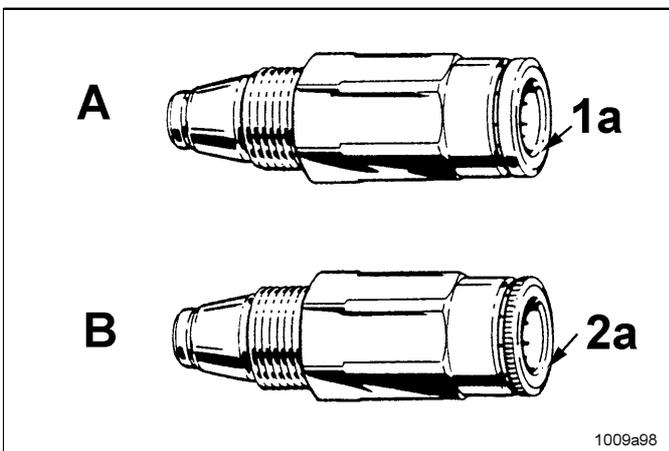

Abb. 5-2 Unterschiede der Rückschlagventile
- Für Hochdruckschlauch (Ø 4,1 x 2,3 mm) Rückschlagventil A (Abb. 5-2) mit verstärkter Zange 1a und glattem Bund verwenden (Sach-Nr. 226-14091-4)
- Für Druckkunststoffrohr (Ø 6 x 1,5 mm) Rückschlagventil B (Abb. 5-2) mit Standard-Zange 2a und gerändeltem Bund verwenden (Sach-Nr. 226-14091-2)